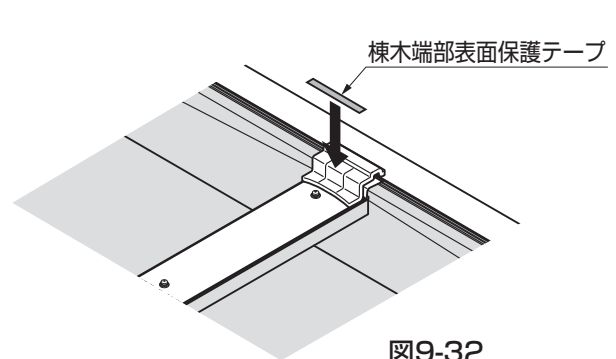

図9-32
⑥棟木端部表面保護シールを防水テープダブル用を覆うようにして貼付けてください。(図9-32参照)